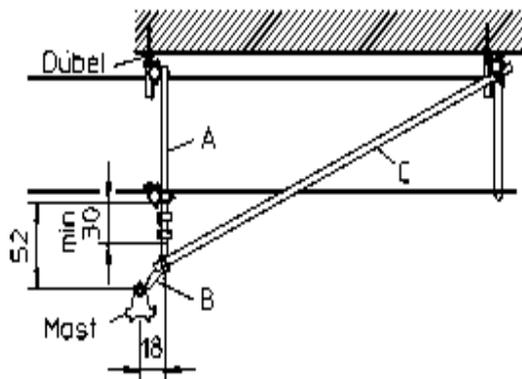

Abb. 5:
5. Montieren Sie ab 4,00 m Höhe an jede Gerüstbefestigung eine Diagonalstrebe **C** (\varnothing 48 mm) lt. Abb. 5
In unmittelbarer Nähe des Befestigungsrohres **A** und der Diagonalstrebe **C** muss das Gerüst zug- u. druckfest mit dem Gebäude verbunden werden (Auszugskraft pro Dübel 2 kN / siehe Abb. 5).